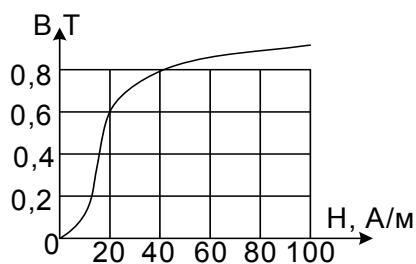

Рисунок 4.3 – До визначення магнітної проникності фериту
4.2.72 За кривою намагнічування пермалою, заданій на графіку (рис. 4.3), визначте залежність статичної та динамічної магнітної проникності від напруженості зовнішнього магнітного поля. Поясніть характер одержаної залежності.